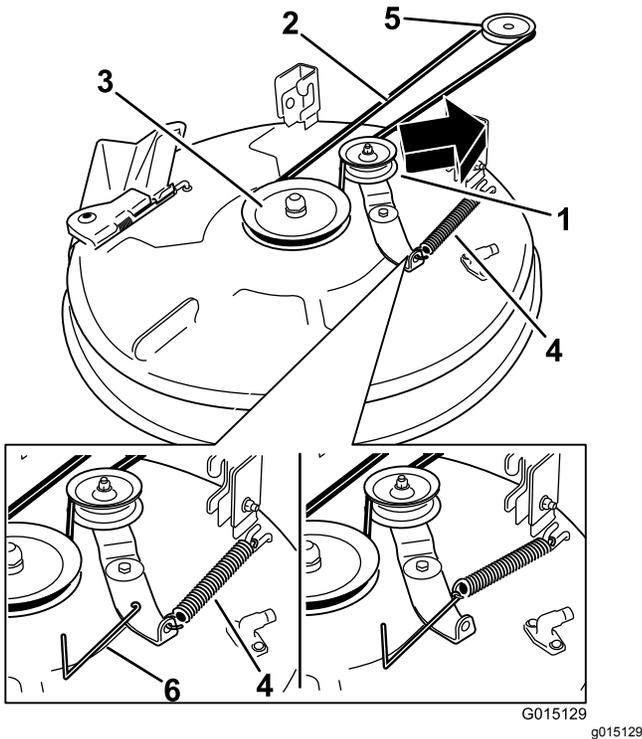
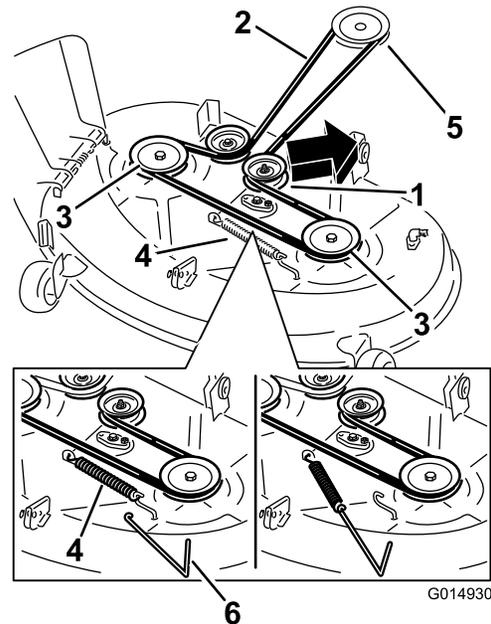

Bild 54
Bild 55
- Entfernen Sie die Spannscheibenfeder mit einem Werkzeug zur Federentfernung (Toro-Bestellnummer 92-5771) vom Mähwerkhaken, um die Spannung von der Spannscheibe zu nehmen, und rollen Sie den Riemen von den Riemenscheiben (Bild 54 und Bild 55).
- Verlegen Sie den neuen Riemen um die Motor- und Mähwerkriemenscheiben (Bild 54 und Bild 55).
- Setzen Sie die Spannscheibenfeder mit einem Werkzeug zur Federentfernung (Toro-Bestellnummer 92-5771) auf den Mähwerkhaken, um die Spannscheibe und den Mähwerkriemen zu spannen (Bild 54 und Bild 55).